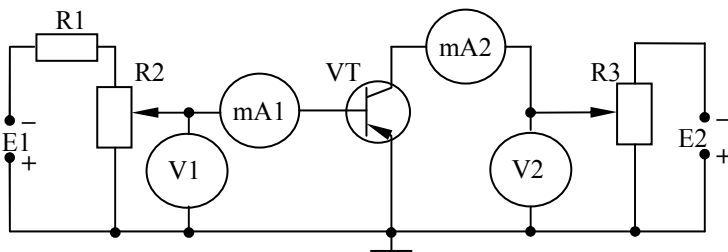

Рис.6. Электрическая схема исследования транзистора, включенного по схеме с ОЭ
2. Собрать электрическую схему для исследования транзистора, включенного по схеме с ОЭ (рисунок 6)